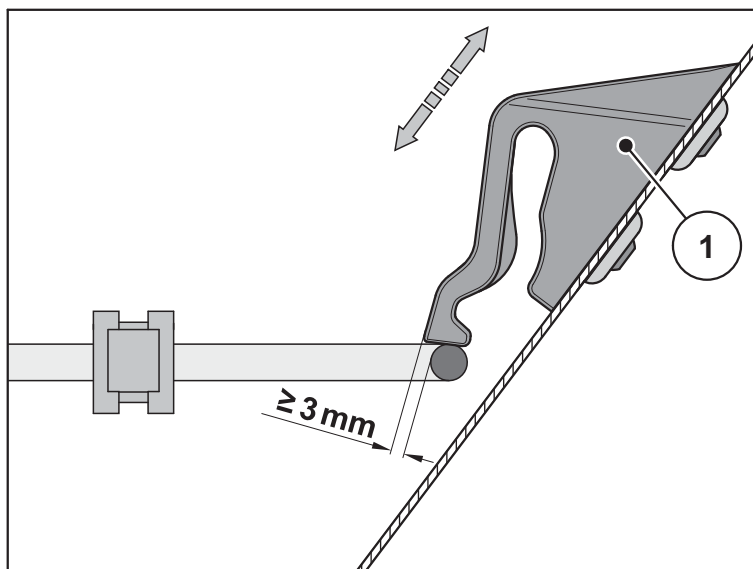

Figura 9.4: Misura per il controllo del funzionamento del bloccaggio della griglia protettiva
- Se necessario, correggere la regolazione spostando il dispositivo di bloccaggio della griglia protettiva [1] verso il basso/l'alto (vedere Figura 9.4).